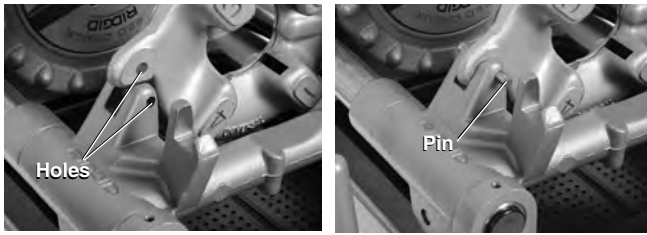

图26 – 固定LH板牙
2. 将一根2"长的5/16"销穿过滑架和左手板牙内的孔，将其固定到位 (参见图26)。